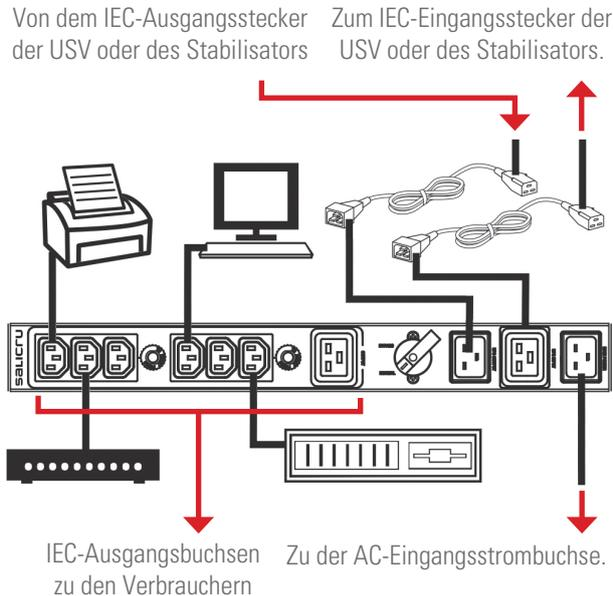

Abb. 7. Anschlussbeispiel für einen manuellen Bypass mit 3 kVA.
- In den Darstellungen der Abb. 7 und/oder 8 wird grafisch dargestellt, wie der manuelle Bypass an einer USV oder einem Stabilisator und an Verbrauchern, je nach Leistung, angeschlossen wird.